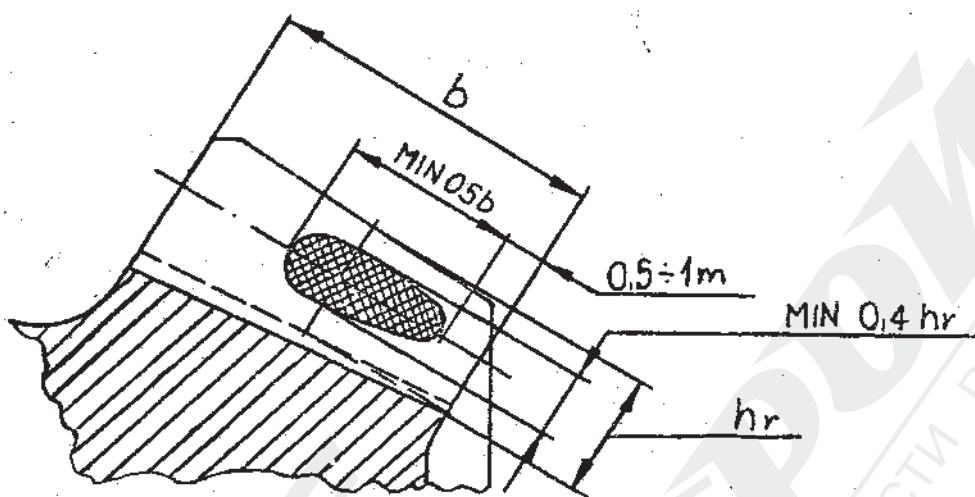

Рис. 4-7. Пятно контакта зубьев всех совместно работающих сателлитов и полуосевых шестерён во время проверки без нагрузки.
- пятно прилегания зубьев всех совместно работающих сателлитов и шестерён во время испытания без нагрузки должно отвечать чертежу /рис. 4-7/.